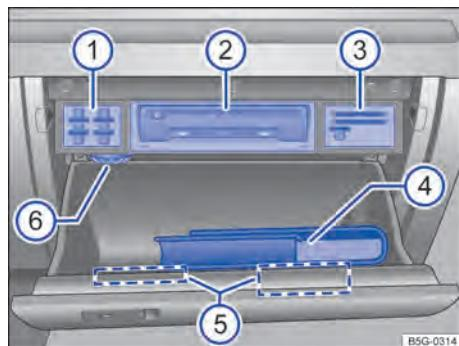

Fig. 109 Porta-luvas aberto.
Legenda para Fig. 109:
Dependendo da versão pode se encontrar na área superior do porta-objetos um compartimento para literatura de bordo ⇒ Fig. 109 ④.